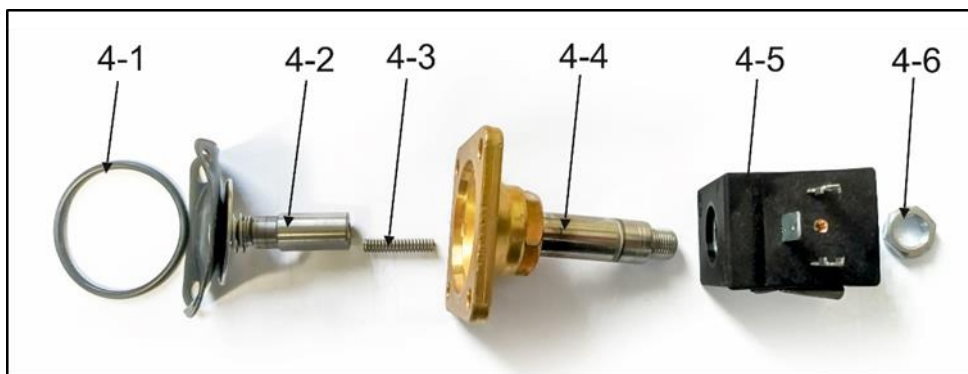

Рис. 32: Сборка электромагнитного клапана
- Отсоедините соединитель клапана (1).
- Отвинтите 4 винта (2).
- Снимите электромагнитный клапан (3).
- Почистите 16 винтов (2), чтобы удалить резьбовой герметик.
- Установите электромагнитный клапан (см. Рис. 32).
- Установите новый электромагнитный клапан, используя 4 винта (2), предварительно нанеся на их резьбу резьбовой герметик (например, Loctite 243).